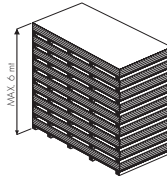

Fig. 5
- Maximale stapelhoogte = 6 m. (Fig 5)